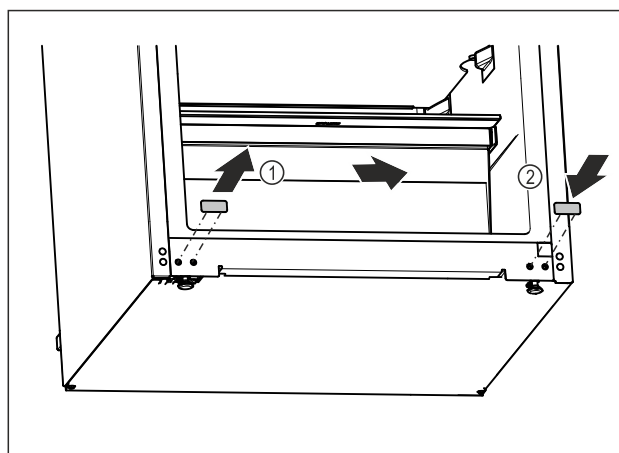

Fig. 13
- Dra ut täckplugg. Fig. 13 (1)
- Sätt in täckplugg på motsatta sidan. Fig. 13 (2)